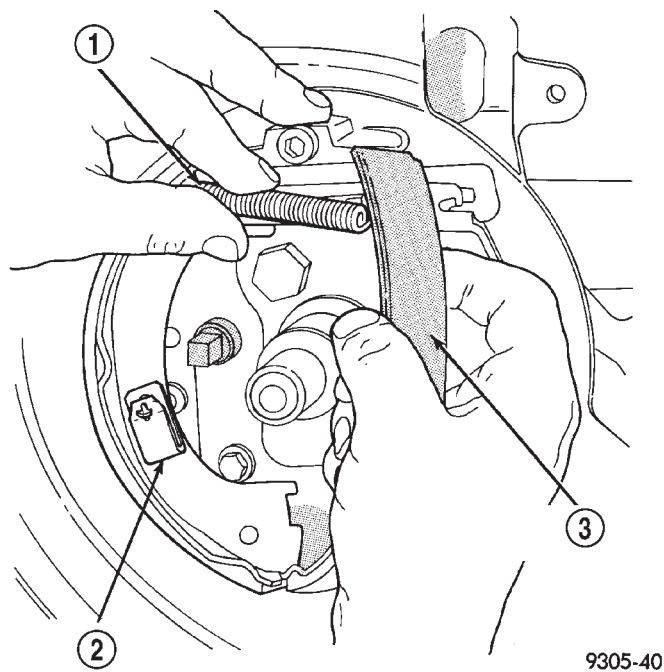

Fig. 25 Zapata de freno y muelle superior
(12) Separe la zapata de freno trasero del anclaje. Retire la zapata de freno trasero y el muelle de retroceso superior (Fig. 25).
- (2) Instale la zapata de freno trasera y el muelle de retroceso superior de la zapata (Fig. 25). Sitúe la zapata de freno trasero sobre el bloque de anclaje hasta que quede correctamente emplazada sobre el adaptador.